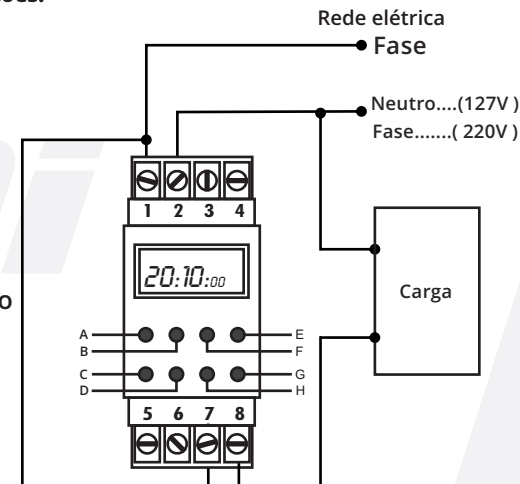

Figura 1
- Faça a instalação de acordo com a **figura 1**; - Religue a chave geral ou disjuntor;